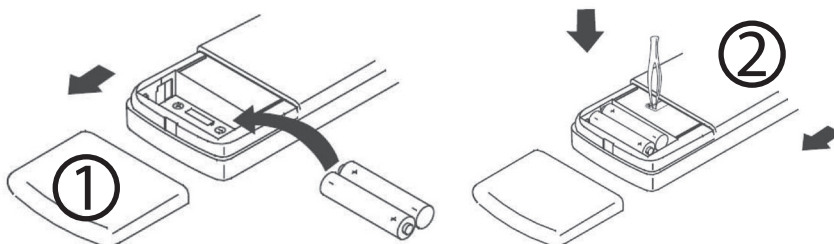

Рис. 5.2
5.1.1 Подготовка пульта перед началом эксплуатации (Рис. 5.2)